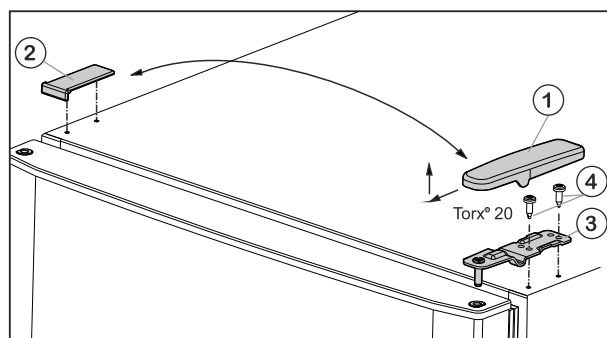

Fig. 5
- ▶ Wyjąć osłonę Fig. 5 (1) do przodu i do góry.
- ▶ Podnieść osłonę Fig. 5 (2).
- ▶ Odkręcić górną płytkę zawiasu Fig. 5 (3) (2 razy Torx® 20) Fig. 5 (4) i wyjąć ją do góry.
- ▶ Włożyć w drzwi górną płytkę zawiasu Fig. 5 (3) po nowej stronie zawiasów.
- ▶ Dokręcić górną płytkę zawiasu (z siłą 4 Nm) (2 razy Torx® 20) Fig. 5 (4). Ewentualnie użyć wkrętarki akumulatorowej.
- ▶ Założyć osłonę Fig. 5 (1) od zewnątrz odpowiednio po przeciwległej stronie i zażebić.
- ▶ Założyć osłonę Fig. 5 (2) od góry odpowiednio po przeciwległej stronie i zażebić.